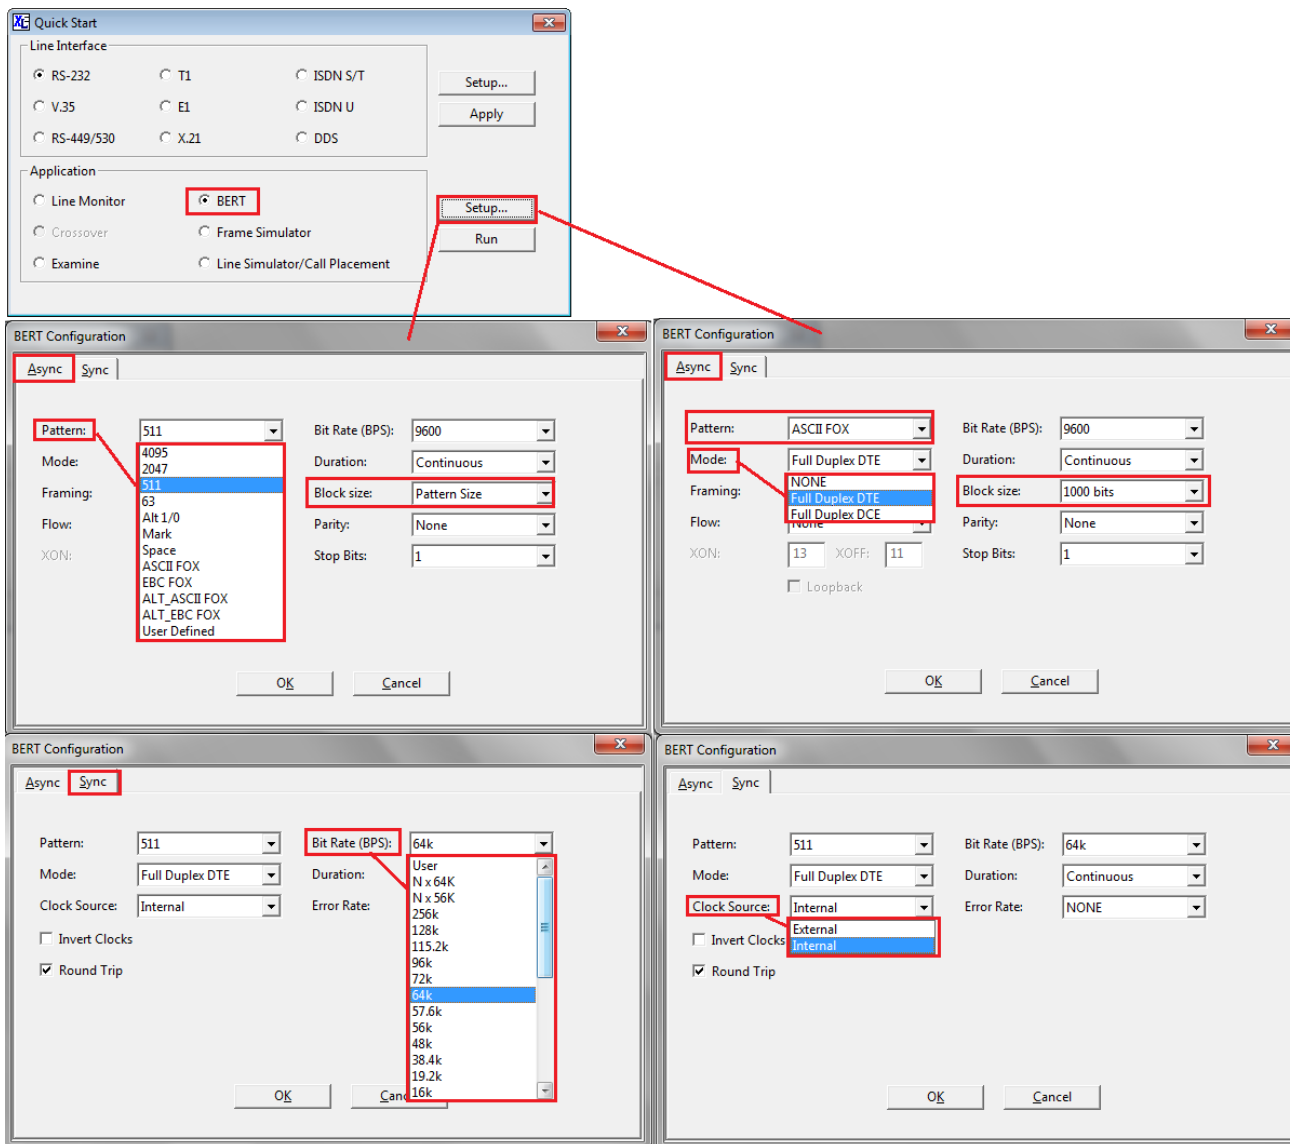

FIGURA 4 Esempi di configurazione di un data tester per testare collegamenti asincroni (sopra) e sincroni (sotto).
2. si configura il data tester, FIGURA 4, settando il pattern che si intende utilizzare, la sorgente per il clock (interno o esterno per le comunicazioni sincrone), la modalità (DTE o DCE), il bit rate (velocità di trasmissione), ecc.;